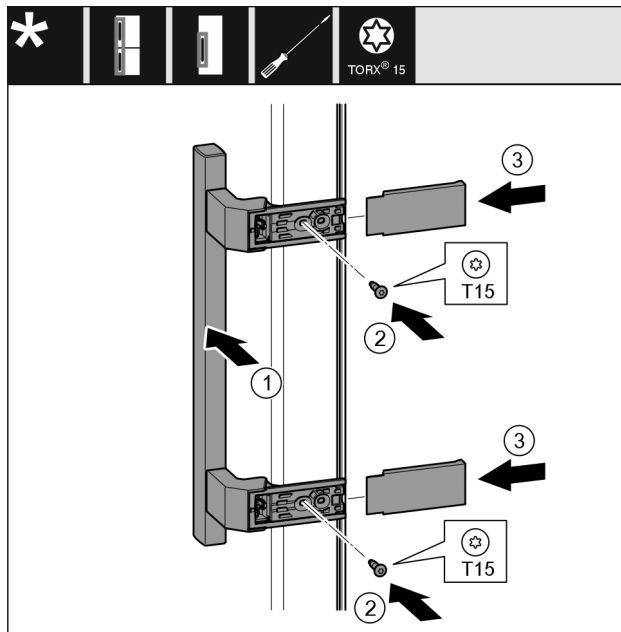

Fig. 20
- ▶ Nasad'te madlo Fig. 20 (1) na protilehlé straně.
- ▶ Šroubovákem šrouby Fig. 20 (2) pevně utáhněte.
- ▶ Kryty Fig. 20 (3) bočně nasad'te a nasuňte.